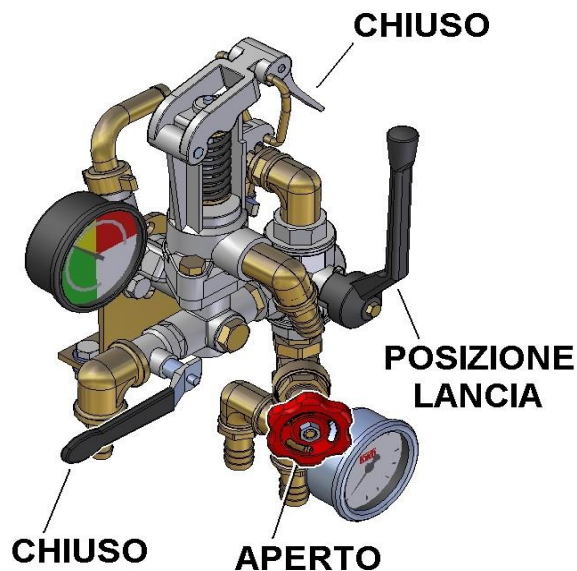

Abb. 9
- 3 - Zum Ausspülen des KREISLAUFS SPRITZROHR ist das Ventil wie in **Abb. 9** dargestellt anzuordnen.